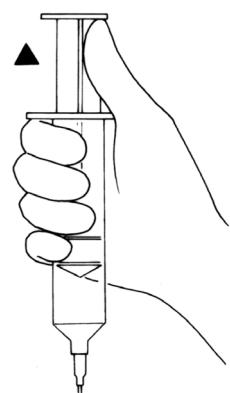

Figura 4-3a. Aspire el aire
5. Aspire el aire que haya quedado en el balón hasta que note resistencia en el émbolo de la jeringa. (**Figura 4-3a**)